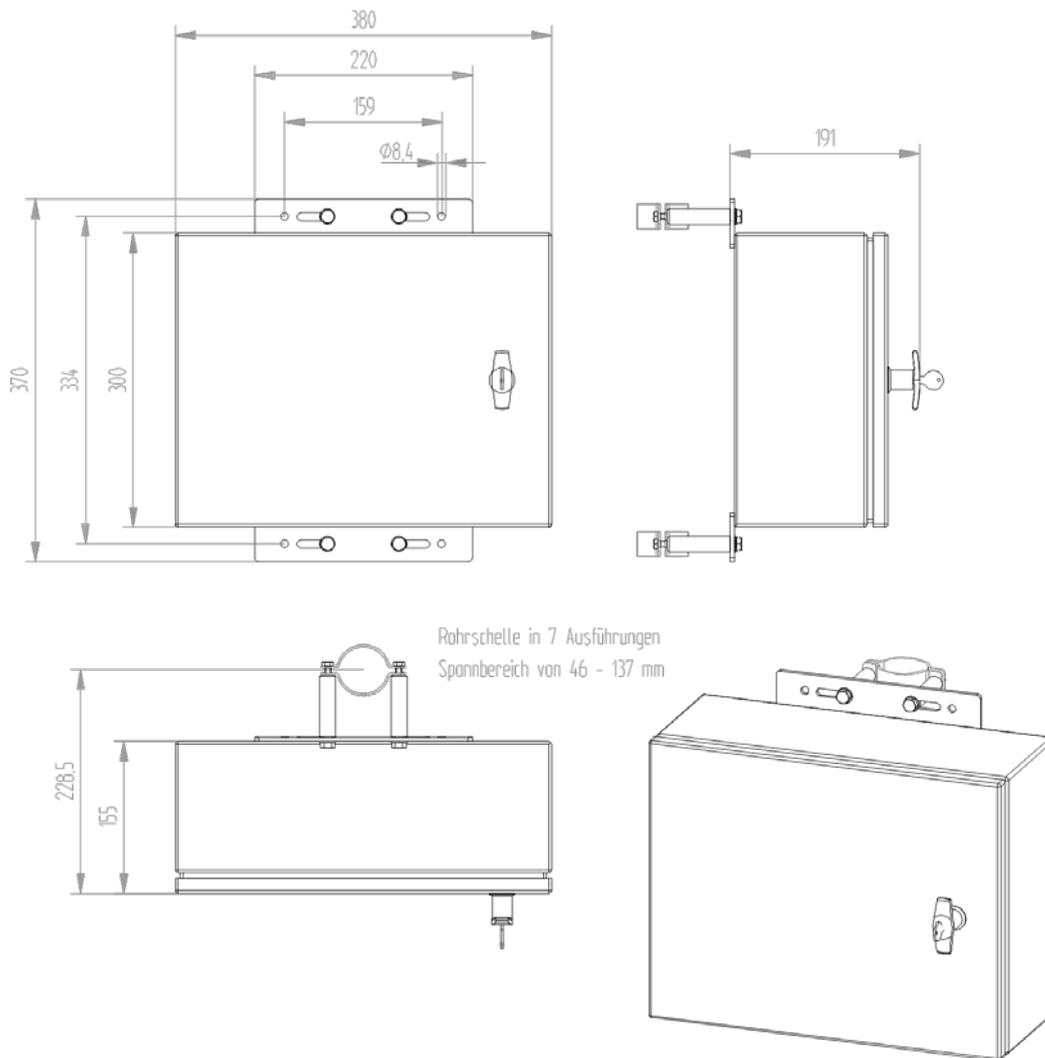

Abbildung 7: Maßzeichnung von Gehäuse-Version A (9.175x.10.x0x) (in mm)
- Durchmesser 8.4 mm, siehe **Abbildung 7** (gilt für 9.175x.10.x0x)